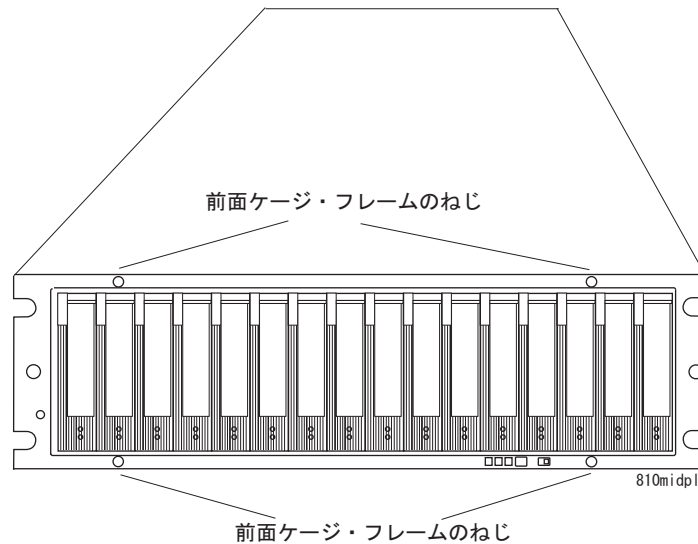

図 88. 前面ケージ・フレームねじ位置
9. #1 プラスねじ回しを使用して、181 ページの図 88 に示すように、ミッドプレーンの前面ケーシング・フレームのねじ 4 個を緩めます。
16. 前面ケージ・フレームの 4 個のねじを締めます。181 ページの図 88 を参照してください。